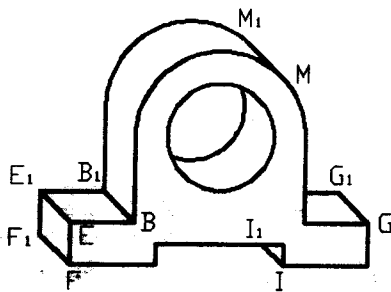

图 1-22 支架斜二轴测图
指定下一点或[放弃 (U)]: 捕捉 B₁ 点, 绘出直线 BB₁, 如图 1-22 所示。
(20) 重复 (19) 作图步骤, 绘出直线 EE₁、FF₁、GG₁、II₁, 如图 1-22 所示。
(21) 重复【直线】命令, 单击【对象捕捉】工具条中【捕捉到切点】命令按钮, 命令行提示:
命令: `LINE` 指定第一点: 捕捉 M 点, 如图 1-22 所示。
指定下一点或[放弃 (U)]: 捕捉 M₁ 点, 绘直线 MM₁, 如图 1-22 所示。
(22) 单击【修改】工具条中【修剪】命令按钮, 执行修剪命令。命令行提示:
选择要修剪的对象, 或按住 Shift 键选择要延伸的对象, 或 [投影 (P) / 边 (E) / 放弃 (U)]: 修剪掉被遮挡的图线, 回车结束命令, 如图 1-22 所示。